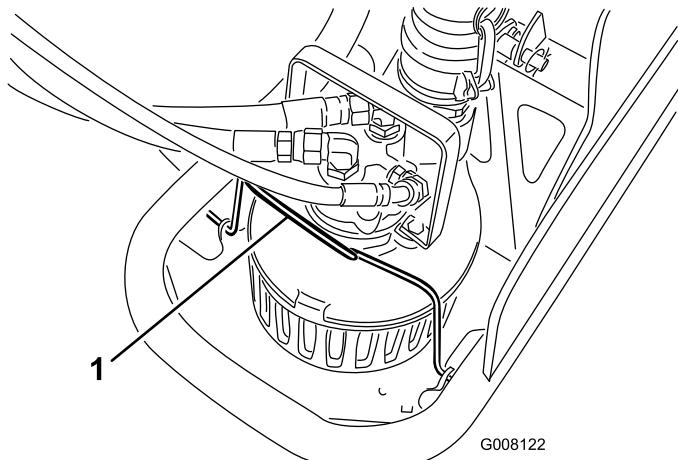

Figura 14
4. Coloque a braçadeira da bomba para a frente(Figura 14).
14. Rode a braçadeira da bomba para trás para a bomba (Figura 14).